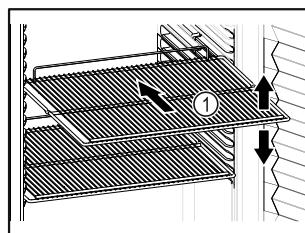

Fig. 58 Приближене відображення
- Якщо решітки для зберігання Fig. 58 (1) знімні, відрегулювати по висоті.